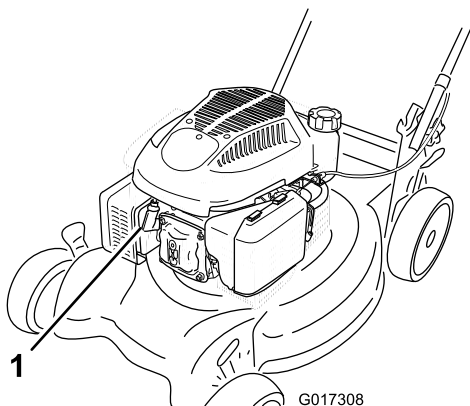

Figura 25
2. Staccate il cappellotto dalla candela (Figura 25) prima di eseguire interventi di manutenzione.